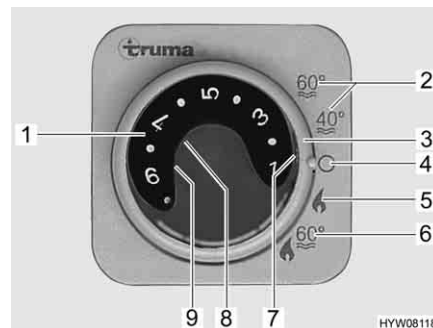

Fig. 159 Unidad de mando para la calefacción/caldera
- Ajustar el modo de funcionamiento con el interruptor giratorio (Fig. 159,3).
Según la temperatura ambiente deseada, la calefacción selecciona automáticamente la potencia de quemador necesaria. Cuando se alcanza la temperatura ambiente deseada se desconecta el quemador. En el modo de funcionamiento "calefacción y caldera" (Fig. 159,6), se calienta también el agua de la caldera. En el modo "calefacción sin caldera" (Fig. 159,5), la calefacción puede funcionar con la caldera vacía.
- Girar el botón giratorio de temperatura (Fig. 159,1) de la unidad de mando al nivel deseado.
- Situar el interruptor giratorio (Fig. 159,3) en el modo invierno "calefacción sin caldera" (Fig. 159,5) o en modo invierno "calefacción y caldera" (Fig. 159,6).
La luz de control verde (Fig. 159,7) se enciende.
- Ajustar el interruptor giratorio (Fig. 159,3) en "O" (Fig. 159,4).
La combinación de los funcionamientos a gas y con electricidad a 230 V acorta el tiempo de calentamiento del vehículo (esto sólo es posible si se ha ajustado el modo de invierno de la calefacción en la unidad de mando (Fig. 159)).